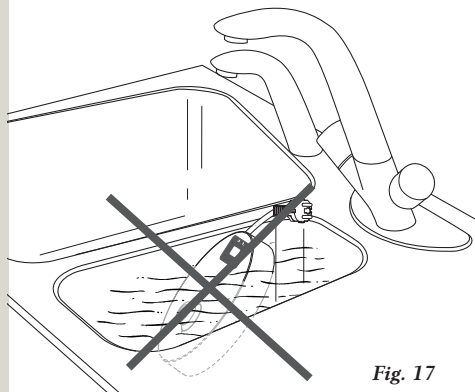

Fig. 17
- Ne plongez jamais le socle d'alimentation dans l'eau. (fig. 17)